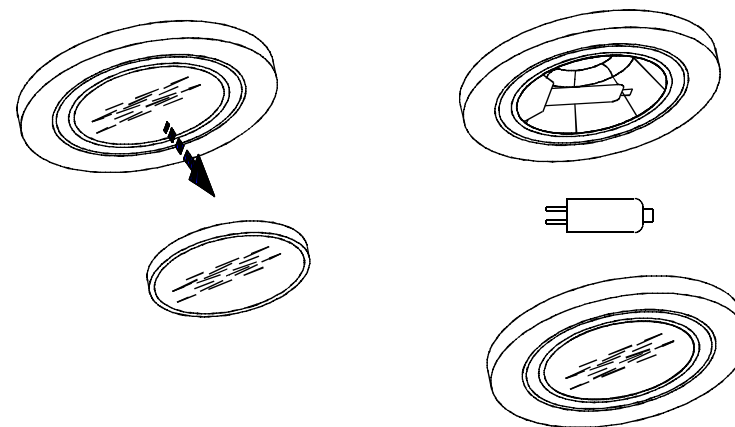

РИС. 11
- Замена галогенной лампы (рис. 11):